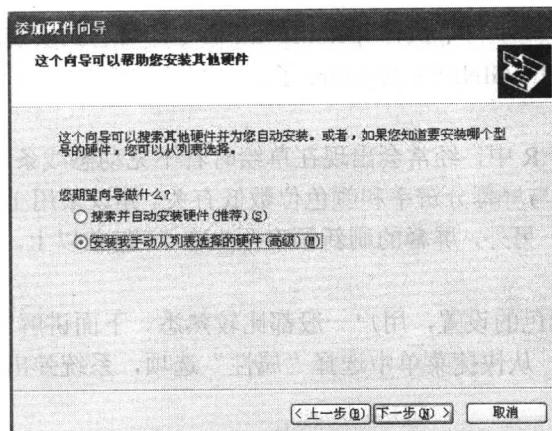

图 1-9 “添加硬件向导”对话框
(2) 选择“添加新的硬件设备”选项后单击“下一步”按钮，如图 1-9 所示。